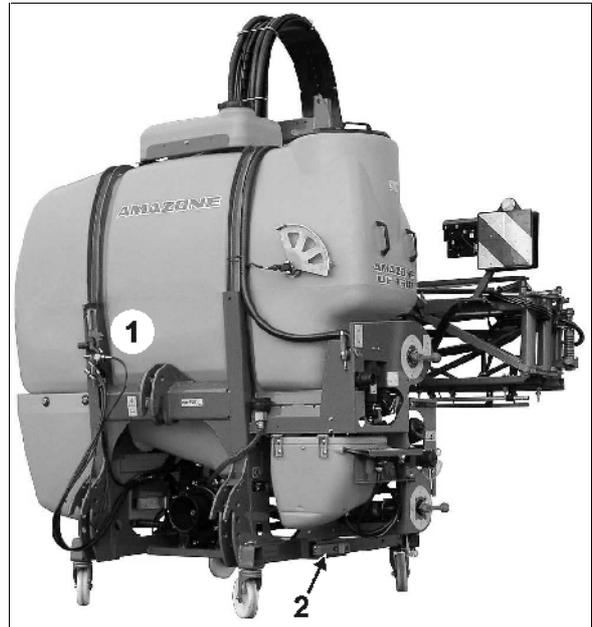

Fig. 79
2. Extraer y fijar ambos soportes de estacionamiento (Fig. 79/2).
- **Fijar los cables desacoplados de alimentación en los acoplamientos falsos correspondientes (Fig. 79/1).**